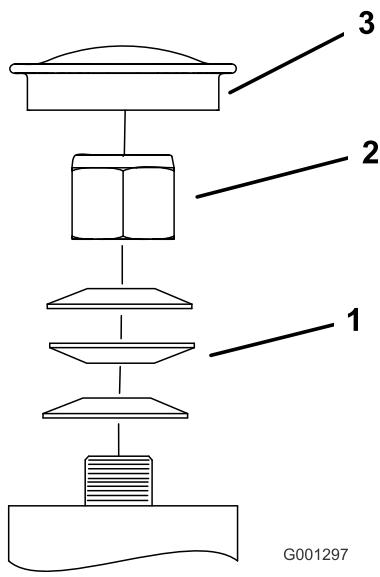

Figure 46
3. Retirez le capuchon anti-poussière de la roue pivotante et serrez le contre-écrou (Figure 46).
4. Continuez de serrer le contre-écrou jusqu'à ce que les rondelles élastiques soient aplatis, puis desserrez-le de 1/4 de tour pour obtenir la précharge correcte des roulements (Figure 46).
Important: Veillez à placer les rondelles comme illustré (Figure 46).
5. Remettez le capuchon anti-poussière en place (Figure 46).